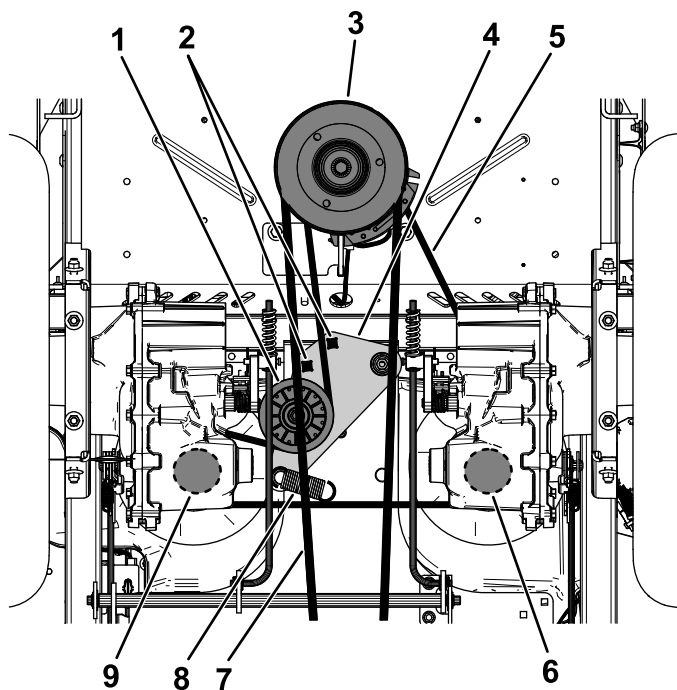

Figura 72
5. Utilice una llave de carraca de 1/2" o similar en uno de los orificios cuadrados del brazo tensor para aliviar la tensión del muelle tensor (Figura 72).
6. Retire la correa existente de la polea tensora, de las 2 poleas de transmisión de la bomba hidráulica y de la polea del motor (Figura 72).
7. Instale la correa nueva alrededor de la polea tensora, la polea del motor y de las 2 poleas de la bomba hidráulica (Figura 72).